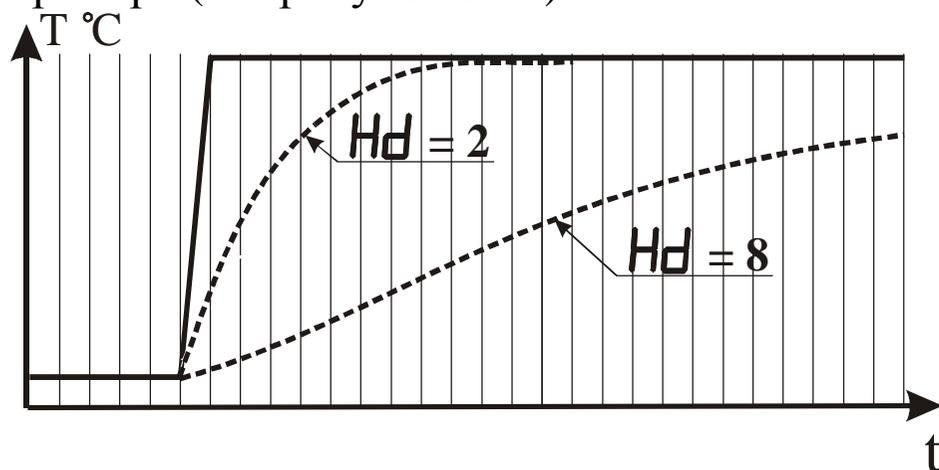

Рисунок 3.14 - Влияние параметра “Время усреднения” на показания прибора при различных значениях параметра  $Hd$
3.3.3.8 Параметр “Время усреднения” указывают в количестве периодов опроса входного датчика ( $N_{\text{опр.}}$ ). Этот параметр позволяет добиться более плавного изменения показаний прибора. Для этого производится вычисление среднего арифметического из последних ( $N_{\text{опр.}}$ ) измерений. При значении параметра равном 0 интегратор выключен. Уменьшение значения времени усреднения приводит к более быстрой реакции прибора на скачкообразные изменения измеряемого параметра, но снижает помехозащищенность прибора (см. рисунок 3.14).